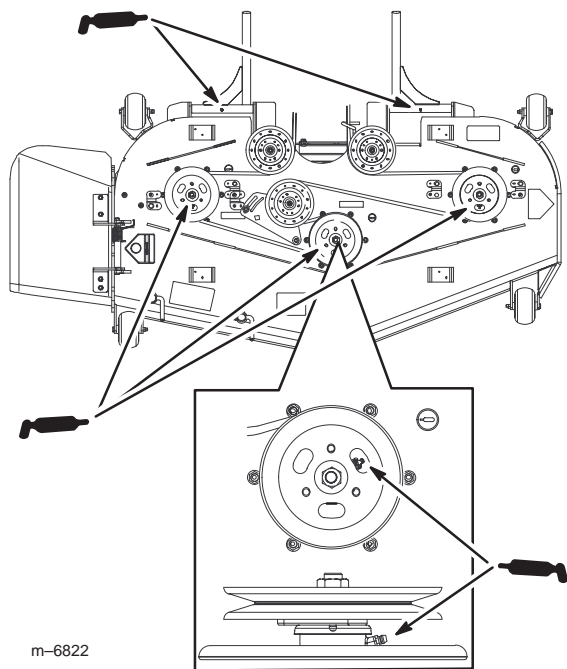

Figure 47
3. Lubrifiez les roulements des trois axes sous les poulies jusqu'à ce que la graisse sorte par les joints inférieurs (Fig. 47).
4. Lubrifiez les graisseurs des bras de poussée (Fig. 47).